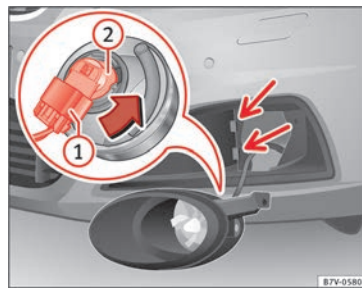

Fig. 109 Cambio de las lámparas de los faros.
3. Inclíne el faro ligeramente hacia delante y extraígallo de sus alojamientos laterales » **fig. 109** (flechas pequeñas).
4. Desbloquee el conector » **fig. 109 ①** y retírelo.
5. Gire el portalámparas » **fig. 109 ②** hasta el tope hacia la izquierda, en el sentido de la flecha, y extraígallo junto con la lámpara retirándolo hacia atrás.
8. Encaje el conector » **fig. 109 ①** en el portalámparas » **②**. El conector debe encastrar de forma audible.
9. Coloque el faro en los alojamientos » **fig. 109** (flechas pequeñas) e inclínelo hacia atrás.